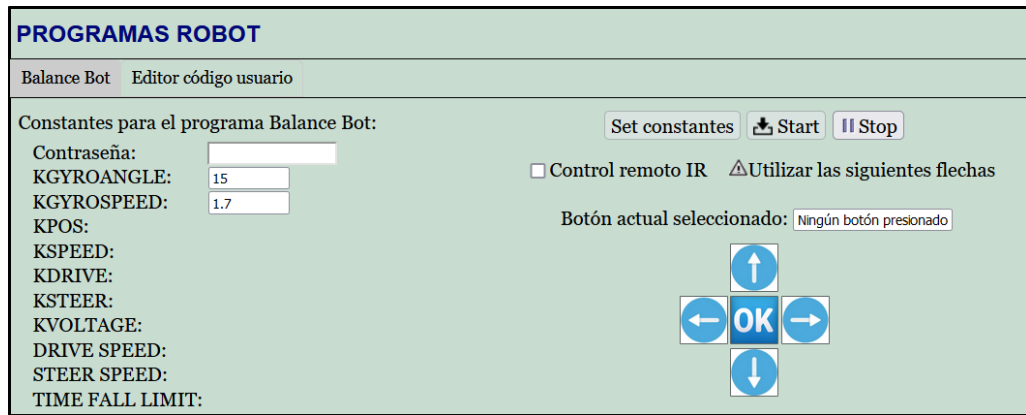

Figura 39: Panel PROGRAMAS ROBOT BALANCE BOT, Control Remoto desactivado
Una vez conseguido equilibrar el robot GoPiGo3, en el programa Balance Bot se ha incluido la opción de conducir el robot. Por ello, cuando se inicia la ejecución del programa Balance Bot pulsando el botón *Start*, se visualizan controles para la conducción del robot GoPiGo3. Existen dos opciones para la conducción del robot: la primera sería utilizar el mando a distancia por infrarrojos, y, la segunda, utilizar las flechas (adelante, izquierda, derecha y atrás) de la *Figura 39*.
- **Control remoto IR**: desactivar control remoto IR. Se visualizan las flechas en la interfaz web para la conducción del robot (*Figura 39*). No hay que utilizar el mando a distancia por infrarrojos.
- **Utilizar las siguientes flechas**: mensaje que se visualiza para el usuario cuando el control remoto IR está desactivado (*Figura 39*).